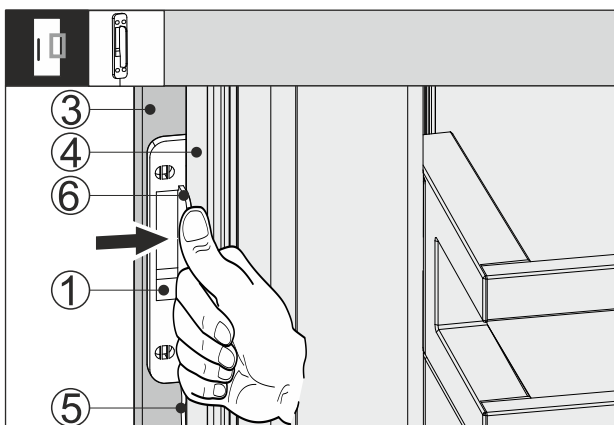

Fig. 66
- ▶ Skub bankesensoren Fig. 66 (1) mellem møbelfronten Fig. 66 (3) og enhedens dør Fig. 66 (4), så kablet Fig. 66 (5) er let spændt. Bankesensorens anslag Fig. 66 (6) ligger an mod enhedens dør Fig. 66 (4).
- ▶ Pres mod bankesensoren Fig. 66 (1) på møbelfronten Fig. 66 (3).
- ▷ Bankesensoren Fig. 66 (1) er fastklæbet. Fastklæbningen af bankesensoren optimerer overførslen af banksignalet.
Permanent fastgørelse af bankesensoren Fig. 66 (1) forlænger levetiden.
- ▶ Skru bankesensoren Fig. 66 (1) fast til møbelfronten Fig. 66 (3) med de medfølgende skruer.